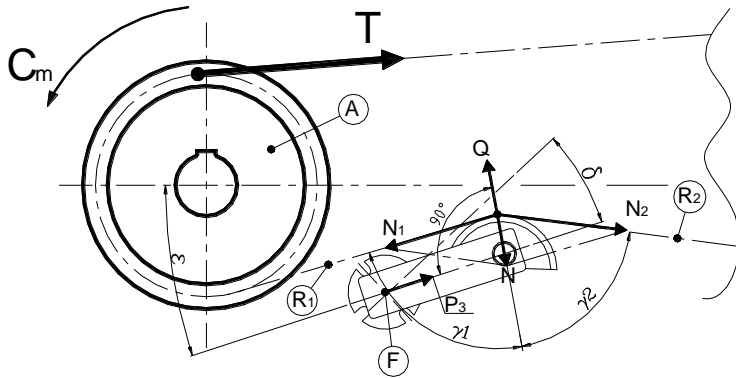

Fig 6
① Un tenditore sprigiona una forza Q (fig 6) perpendicolare al braccio di rotazione che per reazione è equilibrata dalla catena con la forza N che si ripartisce con le forze di trazione N₁ e N₂ sui rami in entrata e uscita dal tendicatena rispettivamente R₁ e R₂. Quando si posiziona un tendicatena bisogna far attenzione che le forze Q e N siano il più possibile sulla medesima direttrice in modo che non si sviluppino delle componenti tangenziali che vadano a scaricarsi sul fulcro. Anche se, entro certi limiti, queste indesiderate forze tangenziali sono annullate dalla forza di compressione assiale P₃ della gomma. Il posizionamento del tenditore, quindi, dipende dall'angolo δ, ovvero l'angolo di lavoro dell'elemento elastico, e dall'angolo ε, ovvero l'angolo di posizionamento rispetto alla trasmissione, tali che gli angoli γ₁ e γ₂ siano il più possibile uguali.
Ⓒ A tightener releases a force Q (fig 6) perpendicular to the rotation arm which by reaction is balanced by the chain with the force N which is distributed with the traction forces N₁ and N₂ on the sections entering and leaving the chain tightener, respectively R₁ and R₂. When positioning a chain tightener, you must ensure that the forces Q and N are as much as possible on the same line so that there is no formation of tangential components which would be discharged on the fulcrum. Even though, within certain limits, these undesired tangential forces are cancelled by the axial compression force P₃ of the rubber. The positioning of the tightener therefore depends on the angle δ, that is the working angle of the elastic element, and on the angle ε, that is the positioning angle with respect to the transmission, so that the angles γ₁ and γ₂ are equal as much as possible.
Ⓓ Ein Spanner setzt senkrecht zum Dreharm die Kraft Q frei (Abb. 6), welche durch Reaktion von der Kette mit der Kraft N ausgeglichen wird. Die Kraft N wiederum teilt sich in die Zugkräfte N₁ und N₂ am Kettenarm R₁ und R₂ am Eingang bzw. am Ausgang vom Kettenspanner auf. Wenn ein Kettenspanner positioniert wird, muss darauf geachtet werden, dass die Kräfte Q und N so weit wie möglich auf der gleichen Linie liegen, damit keine Tangentialkomponenten entstehen, die den Schwenkpunkt belasten. Auch wenn diese unerwünschten Tangentialkräfte bis zu einem gewissen Punkt von der axialen Kompressionskraft P₃ ausgeglichen werden. Die Positionierung vom Spanner hängt deshalb vom Winkel δ ab, also vom Arbeitswinkel vom elastischen Element, und vom Winkel ε, dem Winkel, in dem der Spanner bezogen auf den Antrieb positioniert wird. Dabei sollten die Winkel γ₁ und γ₂ möglichst gleich groß sein.